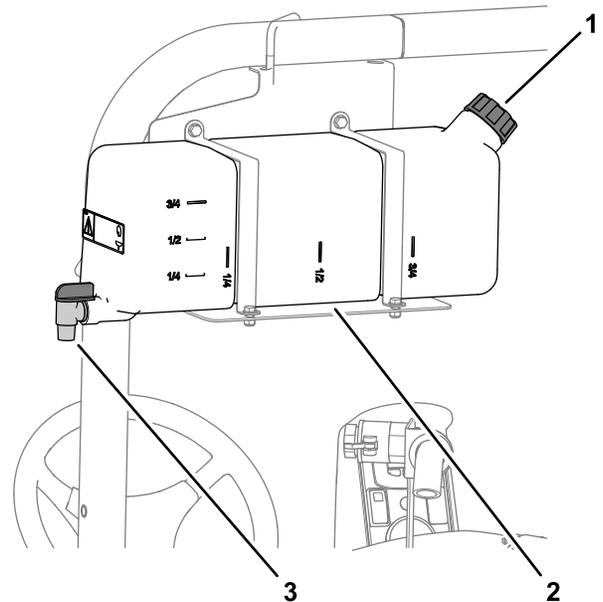

图 18
- 若要为水箱加水请旋开水箱顶部的盖子然后向水箱中注入清水然后再盖上盖子图 18。
- 若要打开清水箱龙头请转动龙头上的阀柄图 18。